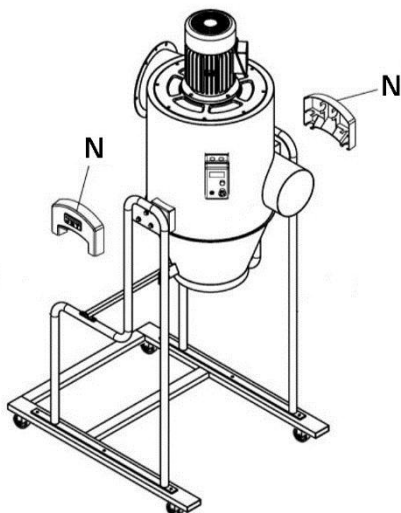

Рис. 7
8. На левую и правую стойки установите боковые крышки (N). См. Рис. 7.